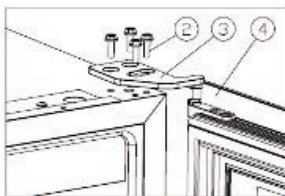

Figura 2
- Desaperte os 16 parafusos M5*②, desmonte a dobradiça inferior direita ④. [Figura 2]